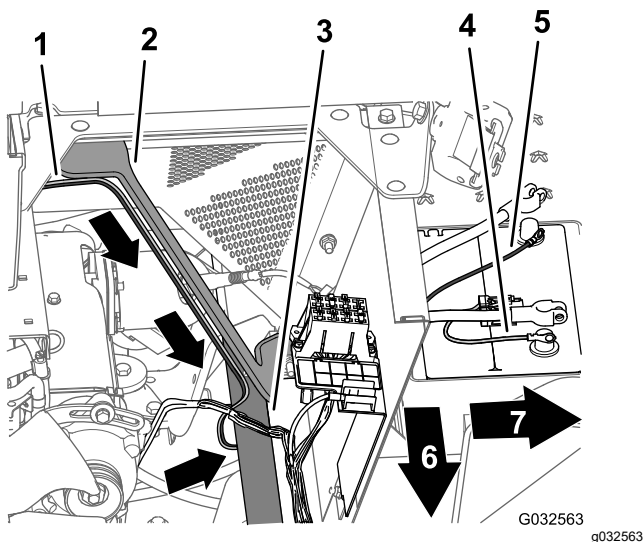

Figura 111
3. Enrute la rama de 165 cm (65") del arnés de cables hacia abajo por el soporte izquierdo de la cubierta del motor y por debajo del tubo izquierdo del bastidor (Figura 111).
4. Enrute el fusible de 50 A y los terminales de anillo positivo y negativo de la rama de 165 cm (65") del arnés de cables a la parte superior de la batería (Figura 111).